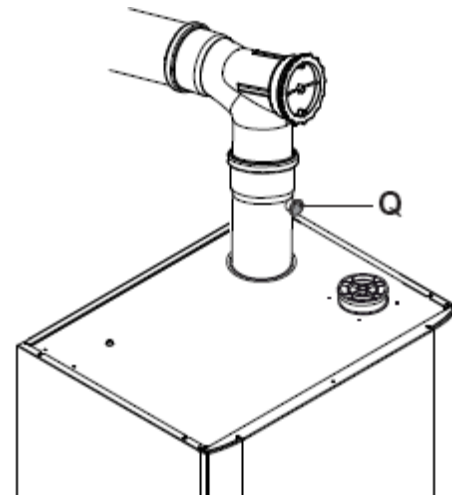

рис. 7.2
анализа исходящих газов (Q), находящемуся на дымоходном патрубке котла, см. рис. 7.2 .